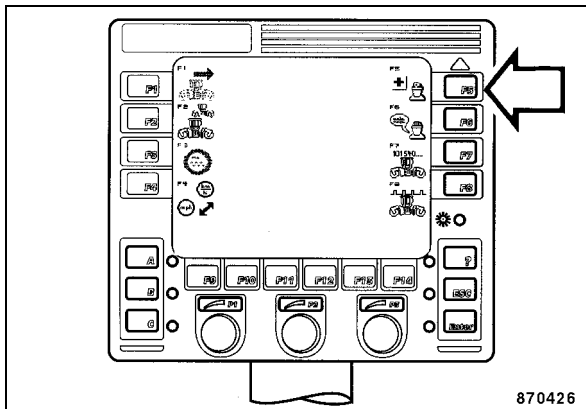

Fig. 232
- Pulsar la tecla "F5" (diagnóstico) (Fig. 232).